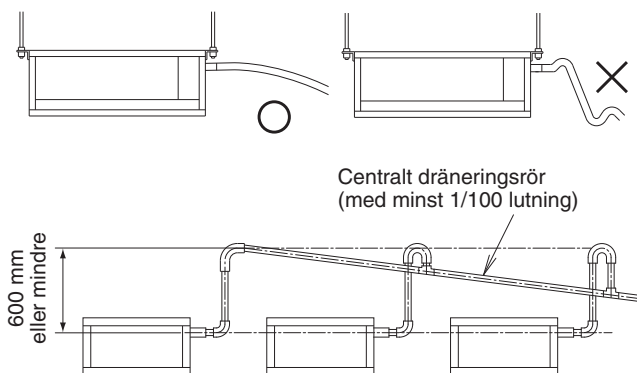

Bild 10
(1) Montera dräneringsrören.
- Se till att dräneringsröret är kort och lutar nedåt med minst 1/100 för att förhindra att luftfickor bildas. (Se bild 10.)
- Dräneringsslangen (2) får inte vridas, böjas eller utsättas för stora krafter. (Detta kan orsaka läckor.)
- Om du använder centralt dräneringsrör följer du instruktionerna i bild 10.
(2) När anslutningarna är klara kontrolleras att vattnet i dräneringen rinner som det ska, enligt nedan.